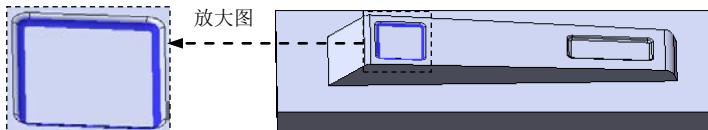

图 12.2.27 圆角 7
Step15. 创建图 12.2.27 所示的圆角 7。
(1) 选择命令。选择下拉菜单 **插入(I)** → **特征(E)** → **圆角(U)...** 命令（或单击 按钮），系统弹出“圆角”对话框。